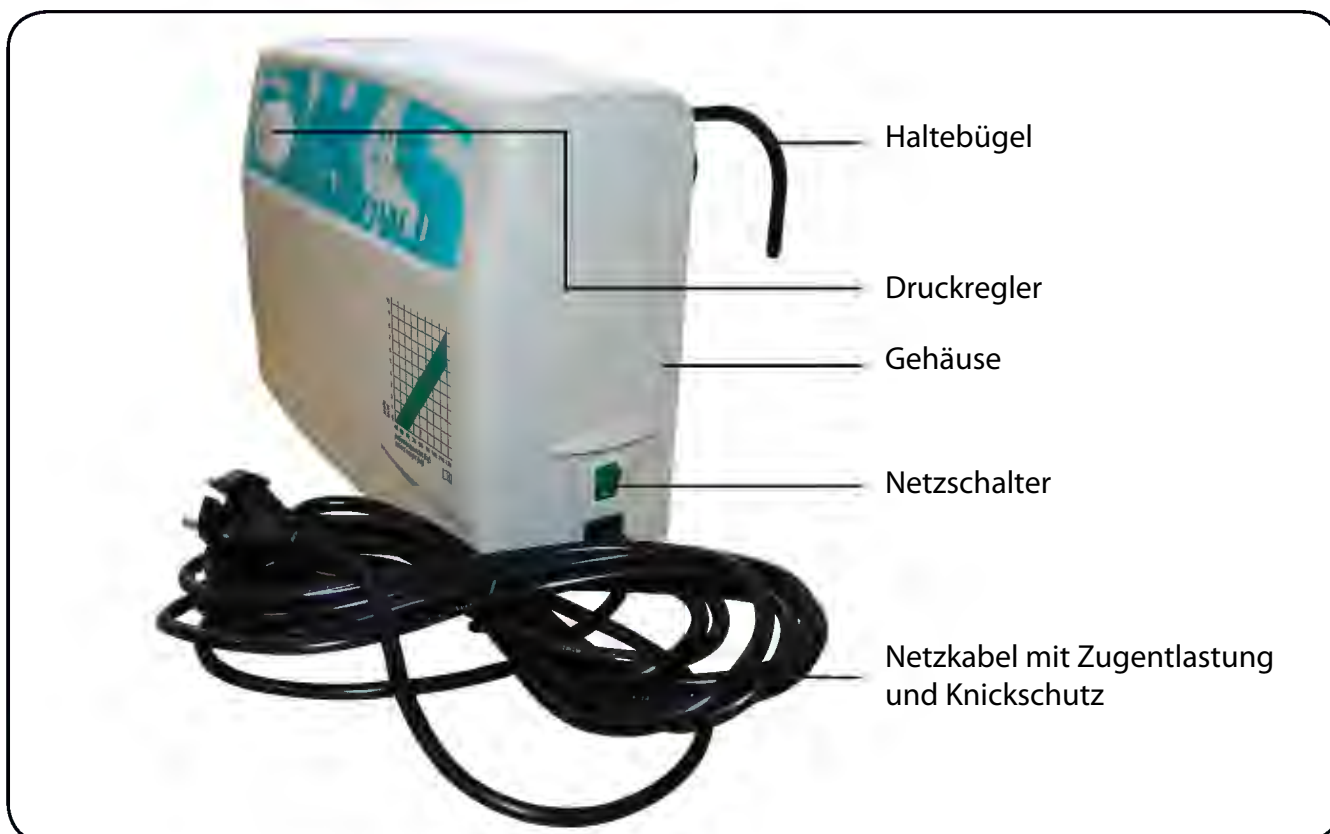
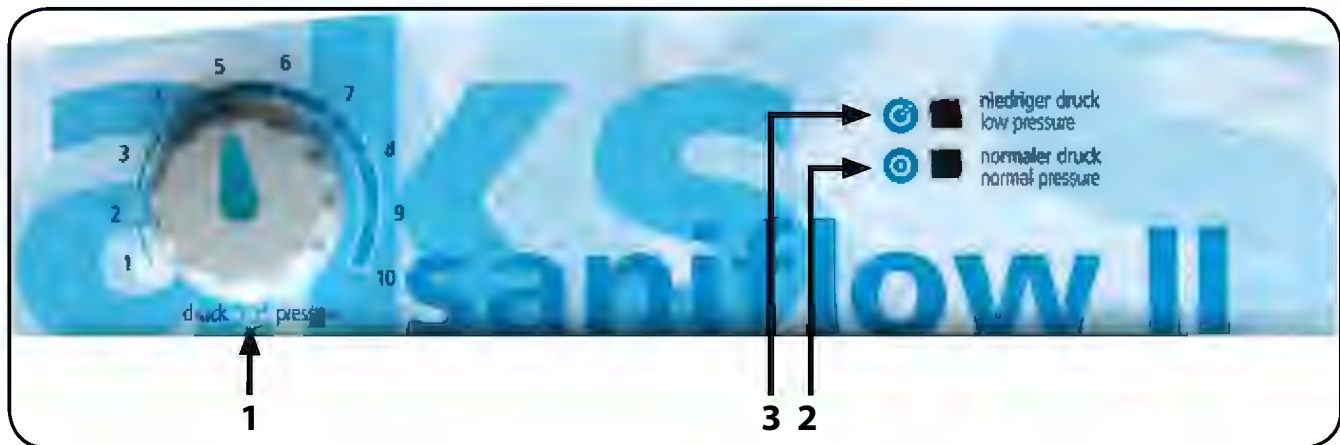

Abbildung 02
Abbildung 05
Über einen Druckregler am Aggregat (siehe Abbildung 02) kann der Fülldruck stufenlos in einem Skalierungsbereich von 1 bis 10 individuell an das Patientengewicht bzw. die momentane Belastungssituation angepasst werden.
Durch eine optische Alarmfunktion am Aggregat „niedriger druck“ (siehe Abbildung 05) wird ein möglicher Druckverlust bzw. Druckabfall im System signalisiert und somit das Risiko des Durchliegens minimiert.
1. Schalten Sie das Aggregat mit dem Netzschalter ein (siehe Abbildung 02). Die Betriebskontrollleuchte im Netzschalter leuchtet grün auf. Gleichzeitig leuchtet die rote LED „niedriger druck“ (siehe Abbildung 05).
3. Hat die Wechseldruckmatratze ihren Betriebsdruck erreicht, erlischt die rote LED „niedriger druck“ und die grüne LED „normaler druck“ (siehe Abbildung 05) leuchtet auf.